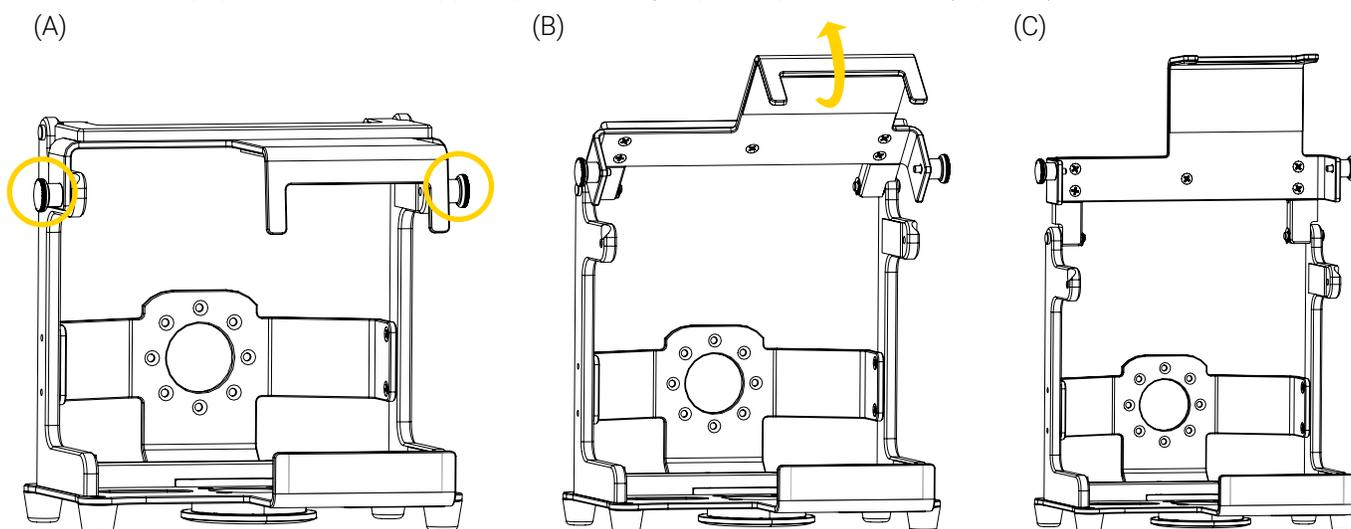

Figure 3: Débarrer/ouvrir le support Bracket Pro Serie 221
1. Si le support est fermé (barré), tirer les sur les 2 boutons du mécanisme à déclenchement rapide pour désengager le dessus du support, puis le lever jusqu'à sa position finale (Figure 3).